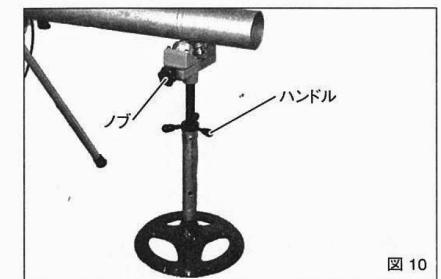

図10
2.受け台のノブを回すとベアリング間の距離が変わります。ベアリングが約120°でパイプを支えるようにノブで調整してください。(図10)